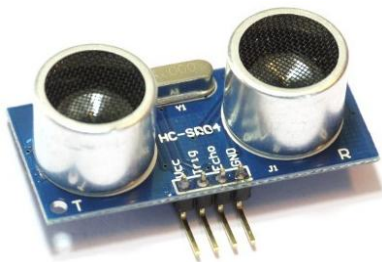

Figura 2
- Módulo sonar HC-SR04 (Figura 2)